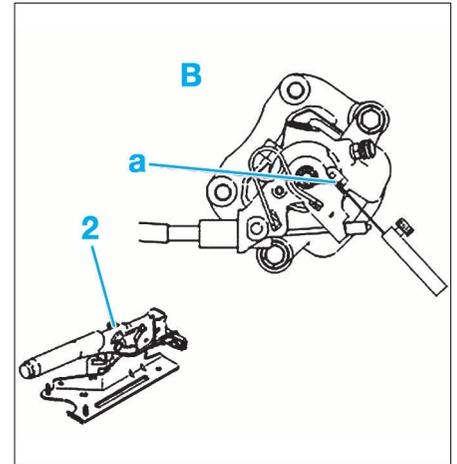

FIG.19
- A l'aide d'un jeu de cales, mesurer le décollement en "a" (Fig.19); celui-ci doit être inférieur ou égal à 1,0 mm.
- Régler l'ajustement à l'aide de l'écrou (2).